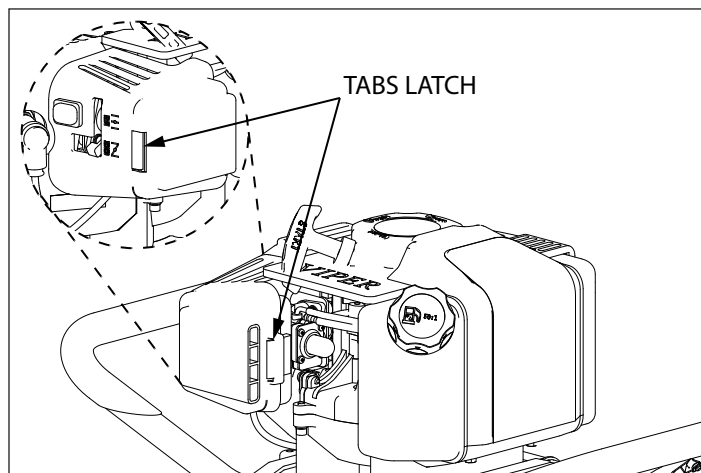

Figure 4
2. Pour détacher le couvercle de filtre à air, serrer les pattes de fermeture de part et d'autre du couvercle. **VOIR FIGURE 4.**